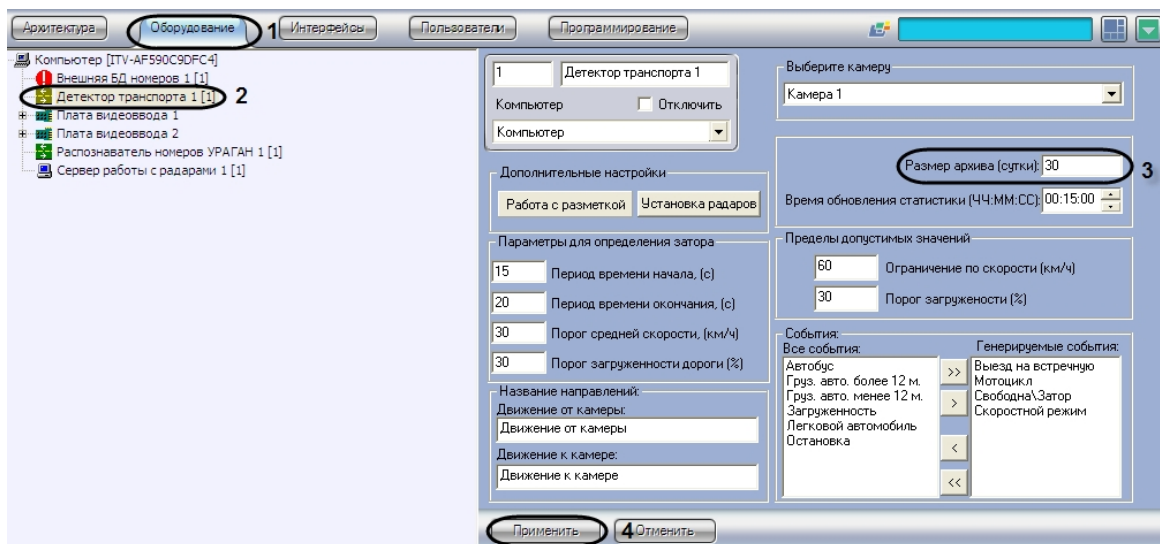

Рис. 63. Настройка глубины хранения записей в базе данных
- В дереве объектов на вкладке «Оборудование» выбрать объект «Детектор транспорта», соответствующий настраиваемому программному модулю «Детектор транспорта». В правой части вкладки «Оборудование» отобразится панель настройки выбранного объекта (см. Рис. 63).